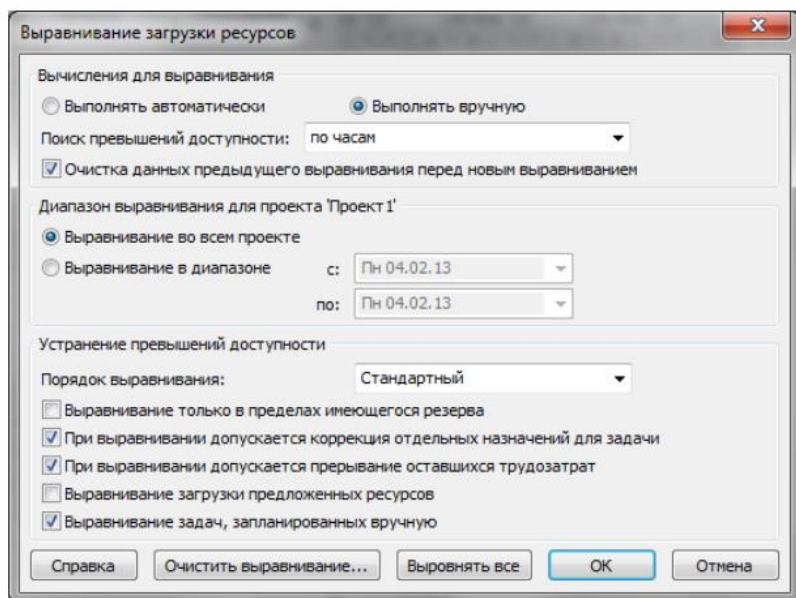

Рис. 37: Параметры выравнивания загрузки ресурсов
**автоматического выравнивания** Настройка параметров автоматического выравнивания выполняется в ОД **Выравнивание загрузки ресурса (Ресурс > Выравнивание > Параметры выравнивания)** (см. Рис. 37):